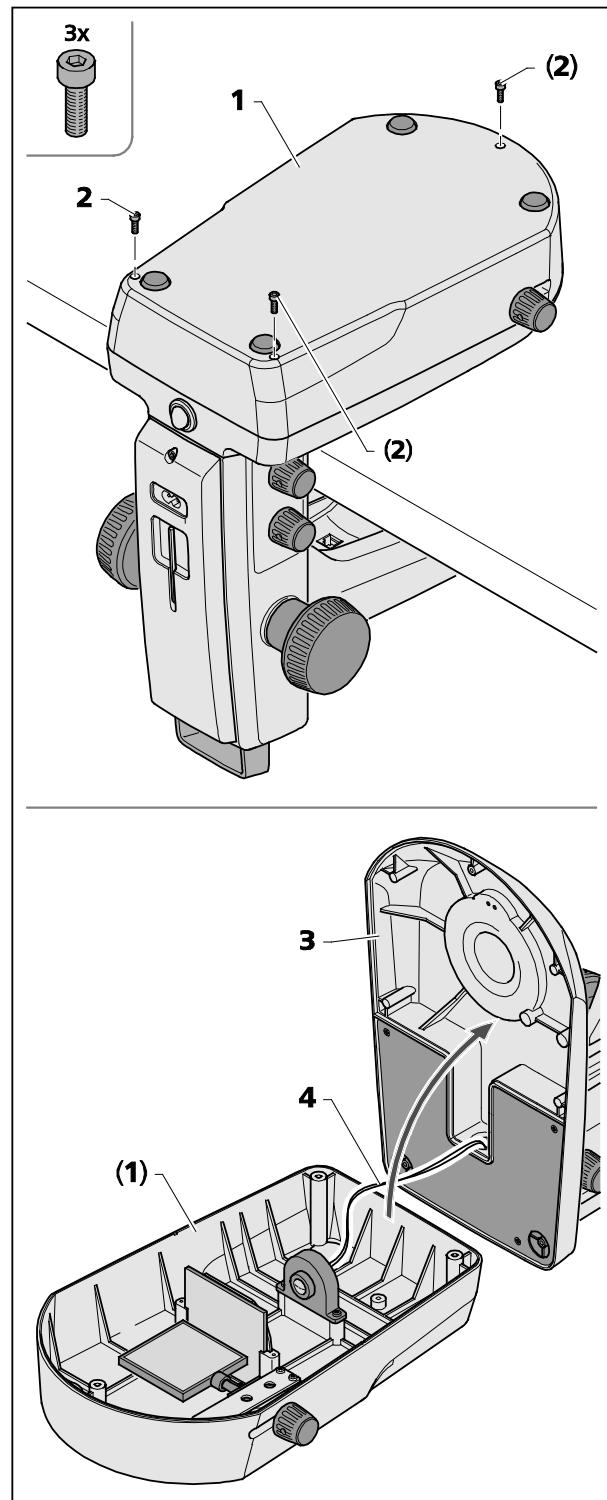

図 29 スタンド K LAB のスタンドカバープレートを開く
清掃する、あるいは誤って中に落ちた異物を取り除くために、透過光スタンド(図 29/1)をスタンドカバープレート(図 29/3)を取り外すことができます。
- 六角棒レンチ(SW 2.5)を使って、スタンドカバープレート(図 29/1)のボルト(3本)(図 29/2)を外し、脇に置いておきます。
- スタンドカバープレート(図 29/3)を透過光スタンド(図 29/1)から慎重に取り外し、スタンドを脇におきます。
透過光スタンド(図 29/1)からケーブル(図 29/4)を外さないでください。